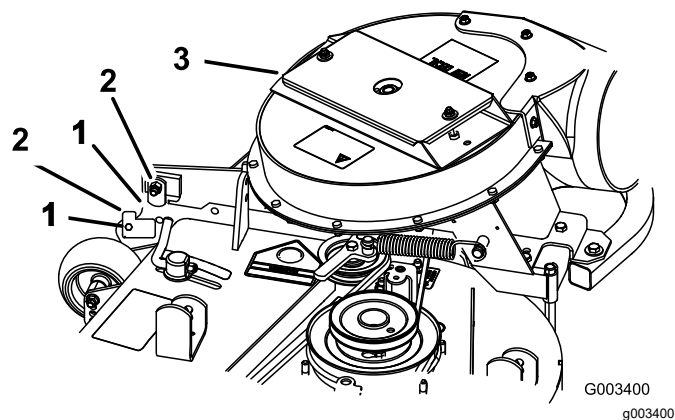

Figura 15
3. Cierre el conjunto del soplador para ver si los cierres están correctamente ajustados (Figura 15).
Nota: Afloje o apriete el perno de manera que los cierres sujeten firmemente el conjunto del soplador contra la carcasa de corte, pero que puedan ser liberados a mano (Figura 15).